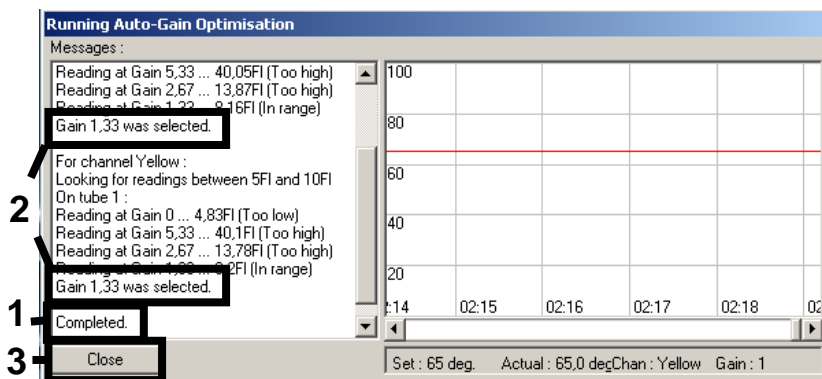

Figura 4. Ottimizzazione del guadagno completata. Prendere nota dei valori di guadagno (in questo caso, 1,33 per entrambi i canali di fluorescenza).
- Si apre una nuova finestra **Running Auto-Gain Optimisation** (ottimizzazione del guadagno automatico in corso). Attendere la comparsa del messaggio **Completed** (completato) in questa finestra (Figura 4). Annotare i valori di guadagno selezionati per entrambi i canali e quindi fare clic su **Close** (chiudi) (Figura 4).